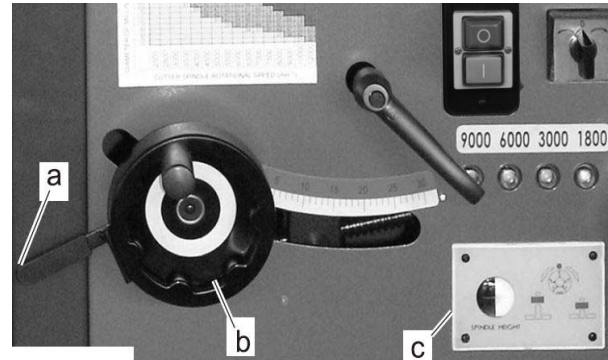

Abb. 28: Höhenverstellung der Spindel
Schritt 4: Mit dem Handrad (b) (Abb. 28) die Höhenposi-tion des Frä-sers einstellen.
Es ist darauf zu achten, dass der Fräser nicht mit der Abdeckung oder dem Anschlag in Be-rührung kommt. Die Position des Frä-sers kann an der Skala (c) (Abb. 28) abgelesen werden, welche sich rechts neben dem Handrad befin-det.